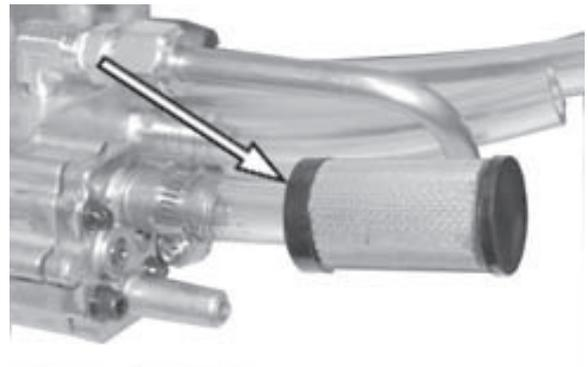

Abbildung 18.
15. Siehe Abbildung 18. Ersetzen Sie den Einlassansaugfilter.